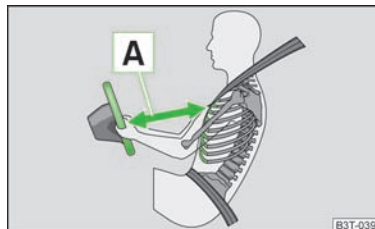

Fig. 99
- Il est important que le conducteur et le passager avant se tiennent à une distance minimum de 25 cm du volant et du tableau de bord > **fig. 99 A**. Les airbags ne peuvent pas vous protéger si vous en êtes plus près - danger mortel ! Les sièges avant et les appuie-tête doivent en outre toujours être ajustés en fonction de la taille des personnes.